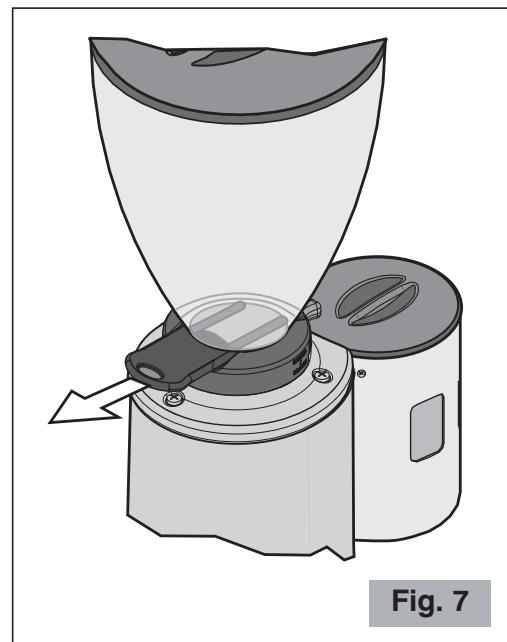

Fig. 7
- !** **S'assurer de l'ouverture complète de l'obturateur de la cloche jusqu'à la fin de sa course (dernier déclenchement) (voir Fig. 7).**